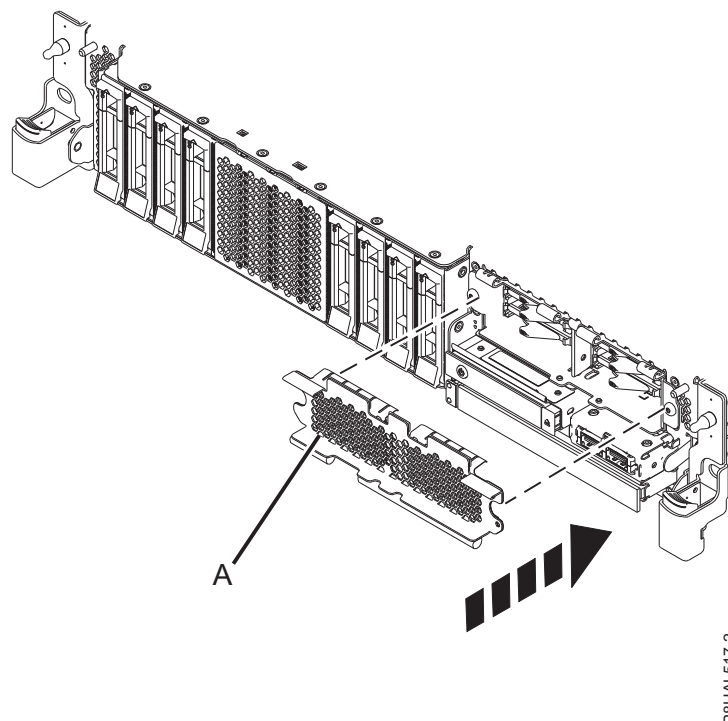

Figura 47. Com tapar el receptacle de l'SSD en un sistema de funció expandida
3. Si cal, tapeu el receptacle de l'SSD amb la placa perforada (A) tal com es mostra a la Figura 47.